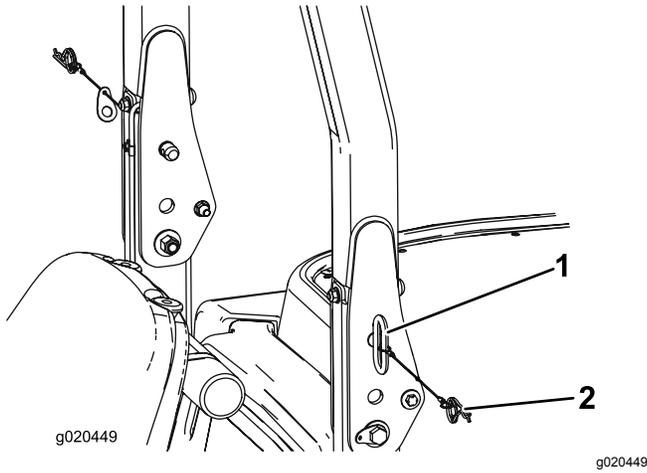

Figure 29
1. Pour abaisser l'arceau de sécurité, retirez les goupilles fendues puis les 2 axes (Figure 29).